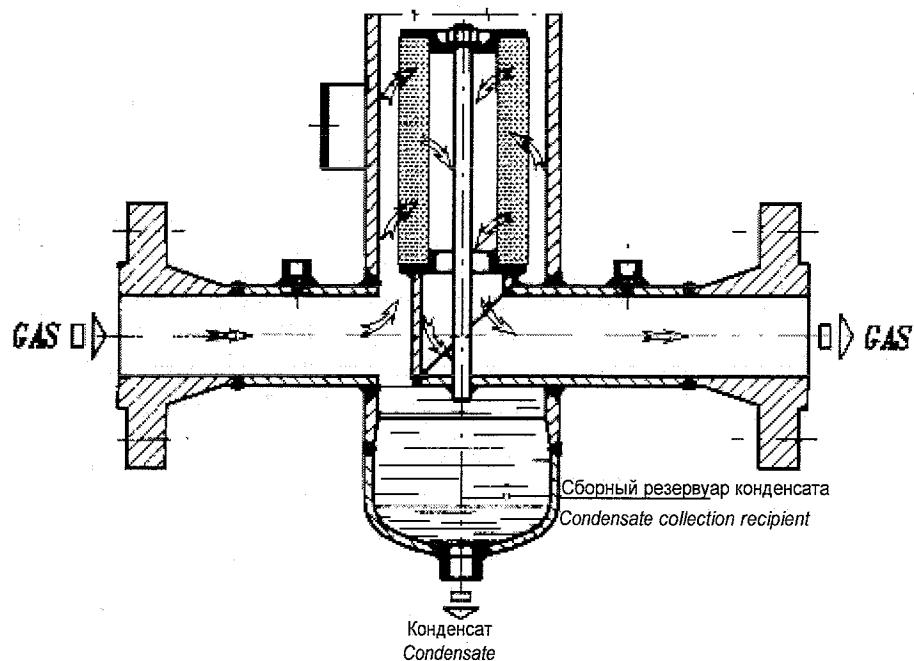

Fig. 1 - РИС. 1
1.2 ФУНКЦИОНИРОВАНИЕ (РИС. 1)
1.2 OPERATION (FIG. 1)